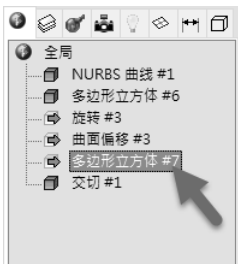

图 7-51 在全局浏览器中找到源对象多边形立方体
1) 在全局浏览器中，找到交切步骤之前创建的多边形立方体对象，该对象目前为隐藏状态，并且是交切步骤的源对象，如图 7-51 所示。